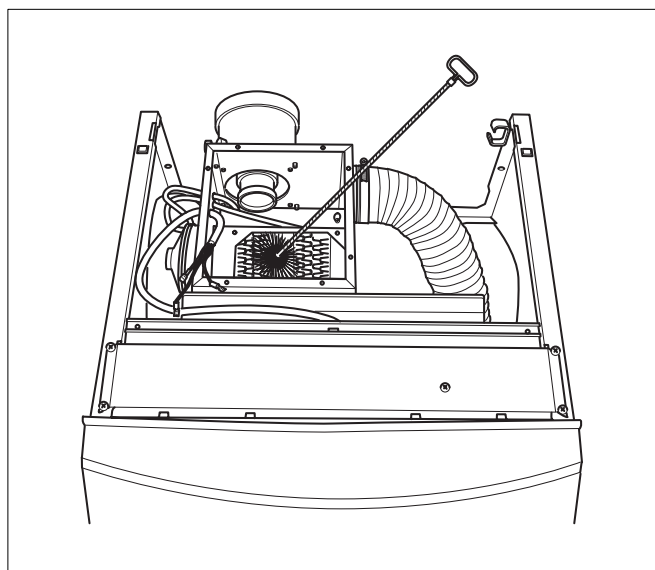

Fig. 36 Nettoyage à la brosse
- Brossez les parcours des fumées (fig. 36)